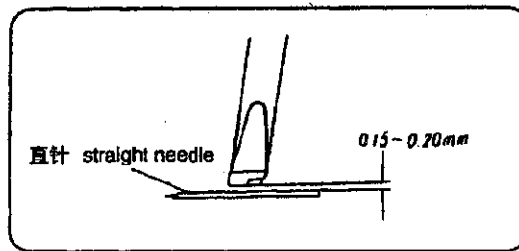

图 4-9 Fig.4-9
(5) Клиренс (зазор) между крючковой иглой и прямой иглой во время зацепления нити в круглом прессе показан на рис.4-9.